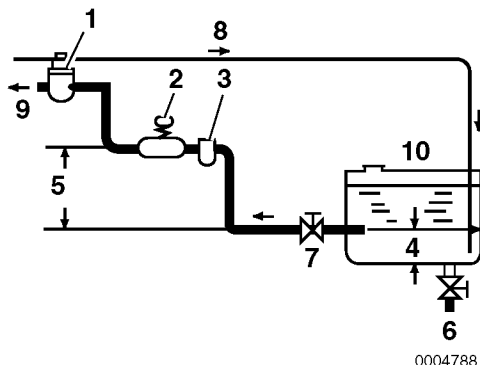

Figure 3
Installeer de brandstofleiding van de brandstoftank naar de brandstofpomp, zoals aangegeven in **Figure 3**.
De aanbevolen brandstof / water afscheider (**Figure 3, (3)**) (optioneel) is geïnstalleerd op het middelste gedeelte van die lijn.